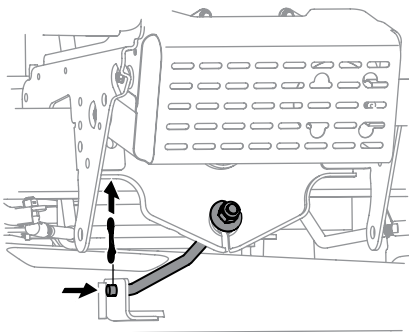

Figura 4-14
- En las cubiertas de 42" y 46", retire el piquete que sujeta la barra estabilizadora de la plataforma a la plataforma. Deslice la barra de elevación de la cubierta de la soldadura de montaje en la plataforma como se ve en Figura 4-14.